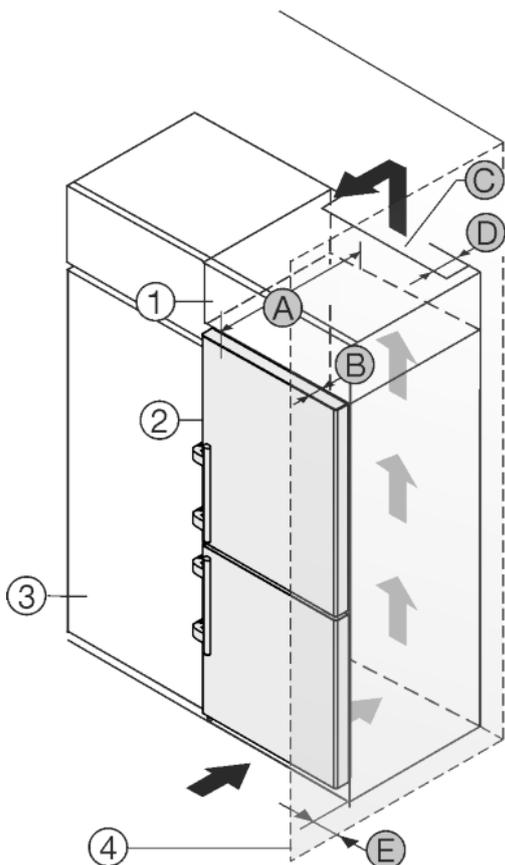

Fig. 26
Пристрій можна комбінувати з кухонними шафами. Для того, щоб пристрій Fig. 26 (2) вирівняти по висоті кухонної секції, на пристрій можна встановити антресольну секцію Fig. 26 (1).
Пристрій можна встановлювати безпосередньо поряд з кухонною шафою Fig. 26 (3). Для повного відкриття дверей пристрій повинен виступати на глибину Fig. 26 (B) відносно передньої панелі кухонної шафи. Залежно від глибини кухонних шаф та використання пристінних розпірок пристрій можна встановити так, щоб він виступав вперед.
- Задня сторона антресольної шафи повинна мати вентиляційний канал глибиною Fig. 26 (D) вздовж всієї ширини шафи.
- Під стелею приміщення слід дотримуватися поперечного перерізу вентиляційного відведення повітря Fig. 26 (C).
Якщо пристрій з шарнірами встановлюється поряд зі стінкою Fig. 26 (4), то між пристроєм та стінкою слід дотримуватися відстані Fig. 26 (E). Це відповідає виступу ручки при відкритих дверцятах.